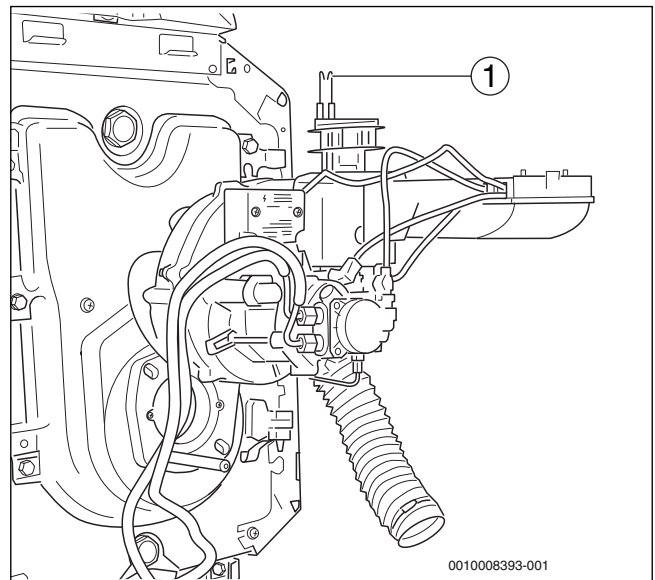

Fig. 35 Placer le brûleur en position d'entretien
- ▶ Placer le brûleur en position d'entretien (→ fig. 35).